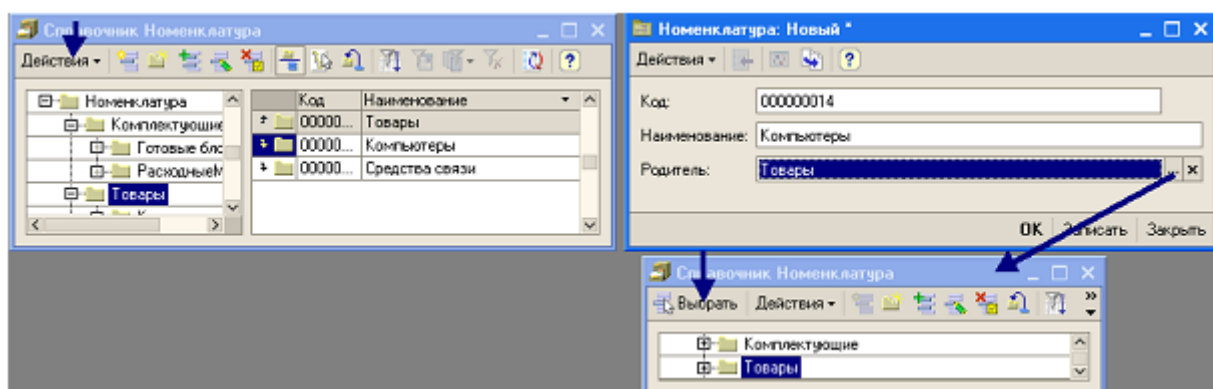

Рис. 33
- создайте остальные группы справочника *Номенклатура* в соответствии с рис. 33.